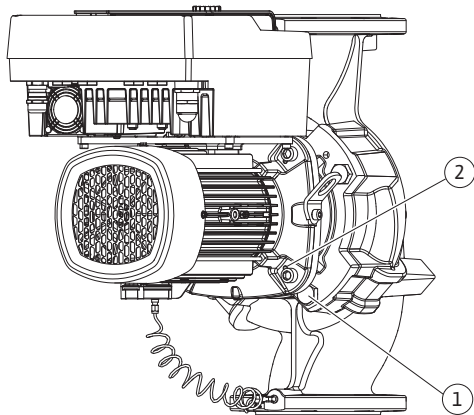

Fig. 101: Abdrücken des Einstecksatzes über Gewindebohrungen (DN 100 ... DN 125)
22. Einstecksatz vom Pumpengehäuse abdrücken. Dafür die zwei Gewindebohrungen (siehe Fig. 101, Pos. 1) nutzen.